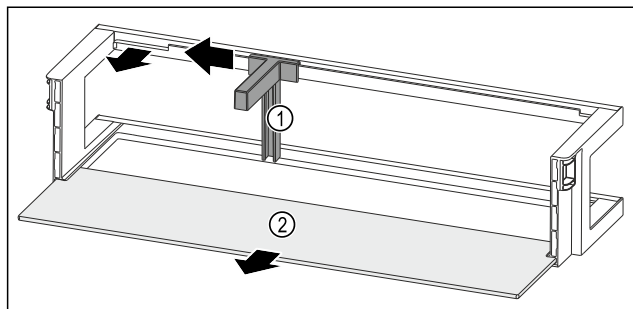

Fig. 163 Pudeliholdiku ja riiuliga ukseriulid
- Lükake pudeliholdikut Fig. 163 (1) kuni väljalõikeeni küljele.
- Võtke pudeliholdik Fig. 163 (1) välja.
- Võtke riiul Fig. 163 (2) välja.